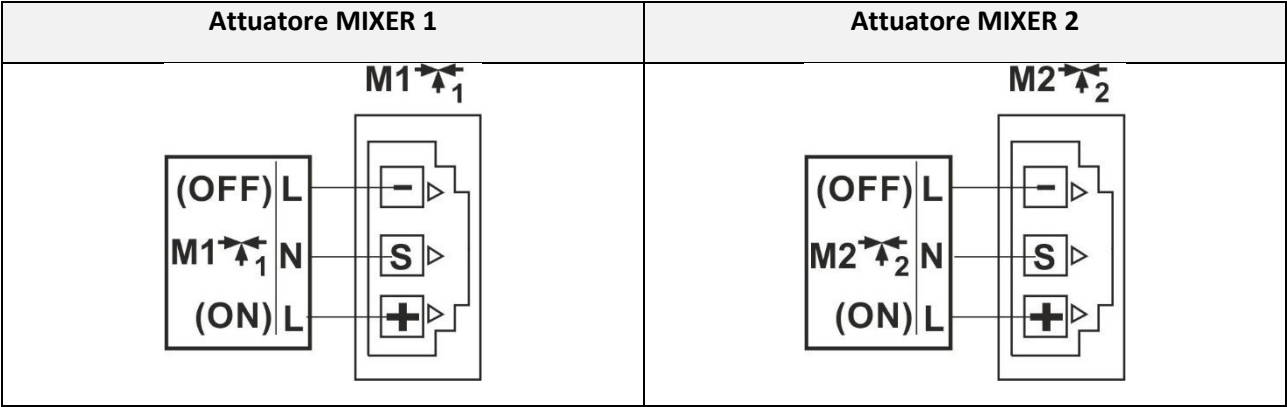

Figura 27. Schema elettrico del collegamento degli attuatori MIXER
- Collegare l'attuatore del MIX al regolatore tramite il connettore situato sul lato sinistro del quadro (vedi figura 27), secondo la documentazione tecnica del produttore dell'attuatore. Fare attenzione a identificare correttamente i conduttori per l'apertura e la chiusura della valvola.